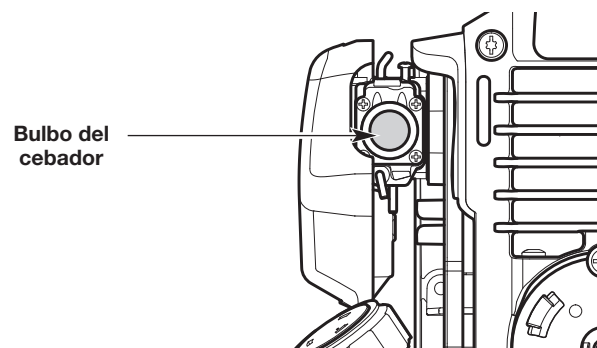

Fig. 12
1. Presione y luego suelte el bulbo del cebador lentamente **10 veces** (Fig. 12).